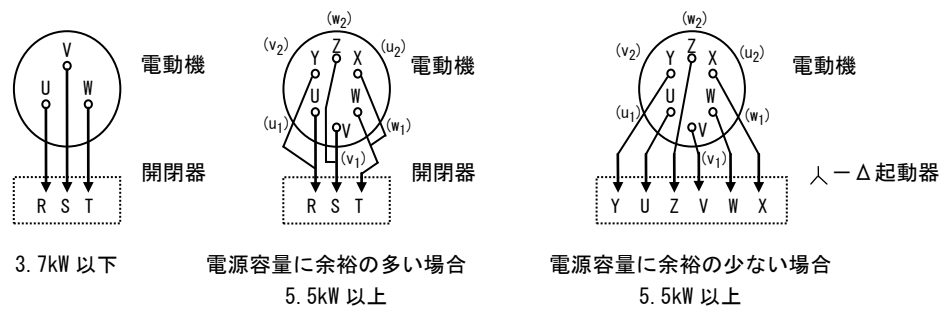

図 9：配線接続図
- (1) 配線は図 9 または電動機のターミナルボックス内ぶたに表示された結線図または電動機に附属された取扱説明書に従い、行ってください。